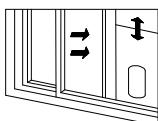

Figure 7
(1). Ouvrez à moitié la fenêtre et montez le panneau d'étanchéité sur la fenêtre, verticalement ou horizontalement (comme illustré aux figures 7 et 8).